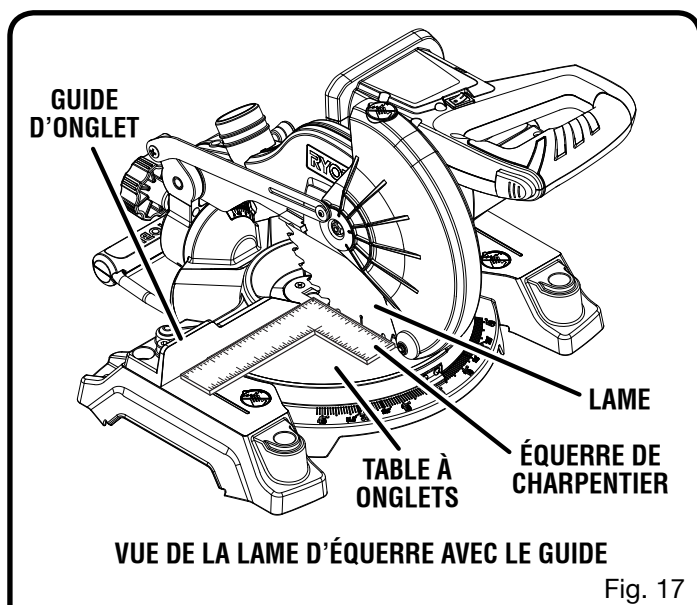

Fig. 17
- Le bord de l'équerre et la lame doivent être parallèles, comme le montre la figure 17.